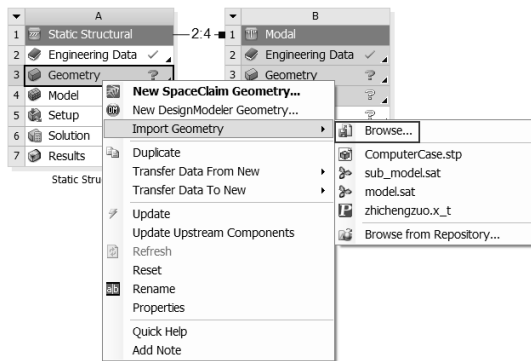

图 6-36 导入几何体
Step1 : 在 A3 Geometry 上右击, 在弹出的快捷菜单中选择 Import Geometry Browse 命令, 如图 6-36 所示, 此时会弹出“打开”对话框。